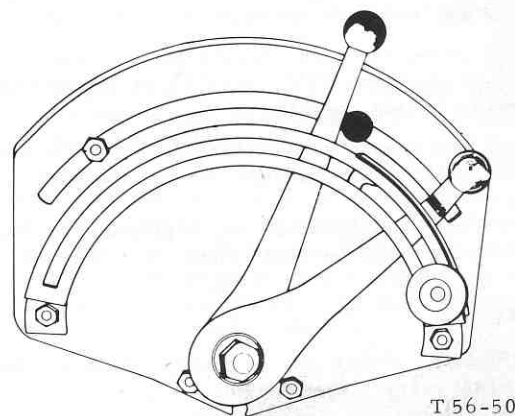

Fig. 17 - Levier de contrôle de position réglé pour une profondeur de travail déterminée
5. Placez la vis de butée de position contre le levier et serrez le bouton moleté (fig.17).